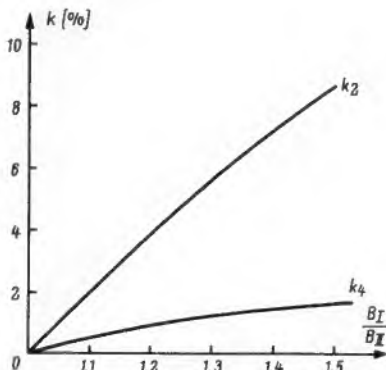

Bild 10. Verlauf der Klirrfaktoren k_2 und k_4 als Funktion von $\frac{B_I}{B_{II}}$
Wir wollen mit den Indizes I und II immer die Transistoren eines Paares bezeichnen, wobei I der Transistor mit dem größeren Wert für Ströme bzw. Spannungen sein soll. Die Indizes 1 und 2 dagegen bezeichnen verschiedene Arbeitspunkte eines Transistors. Bild 10 zeigt die Klirrfaktoren k_2 und k_4 als Funktion des Paarunterschiedes. Wenn man also z. B. sicherstellen will, daß der Klirrfaktor $k_2 \leq 5\%$ bleibt, dann dürfen sich die Transistoren bezüglich Stromverstärkung höchstens um den Faktor 1,27 unterscheiden.
a) Die zu paarenden Transistoren haben keinen oder nur einen geringen β -Abfall als Funktion von $-I_C$. Dann paart man für einen Punkt großer Aussteuerung nach $-I_C = f(-I_B)$ und $-I_C = f(-U_{BE})$ und kann beliebige Generatorwiderstände zulassen. Als maximale Gruppenweite würde z. B. entsprechend Bild 10 zu fordern sein: